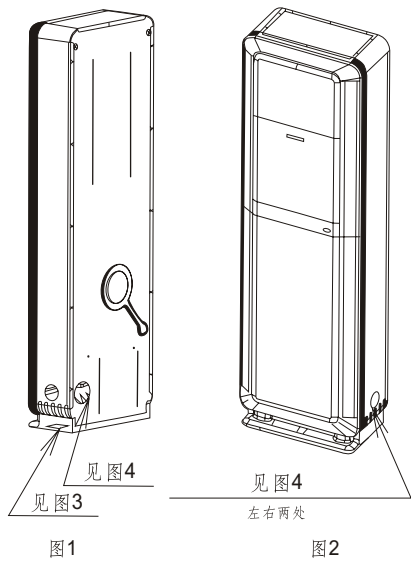

图3
- 底座底面预留孔（下引出时）详细图见图3，用锯子锯断引出口与底座的搭连处；后板预留孔（后面引出时）和左右侧板预留孔（左右引出时）详细图见图4，在敲除时，请用凿子对准搭连处，再用锤子敲打。